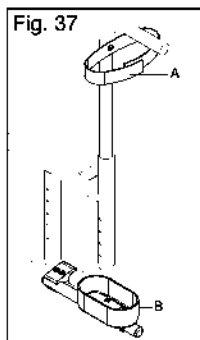

Fig. 37
- Coloque el extremo estrecho del bastón o muleta en la parte inferior del receptáculo (Fig. 37:B).
- Utilice el sujetador de velcro (Fig. 37:A) para fijar el bastón o muleta a la parte superior de la vara del respaldo. Confirme que el bastón o las muletas permanezcan firmes en su sitio tanto vertical como horizontalmente cuando la silla de ruedas esté en movimiento.